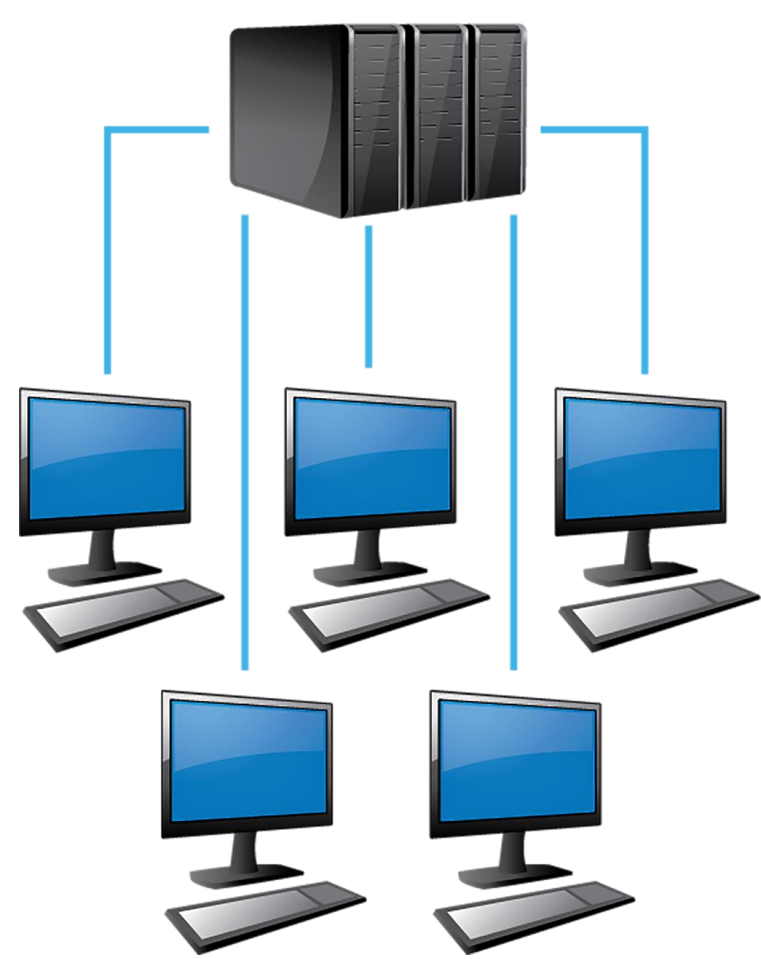

Figura 1. Esquematisação da Estrutura de Rede dos Laboratórios.
- Projeto de reestruturação da capacidade física/elétrica/lógica dos laboratórios Multidisciplinares, Simulação e Mechanical Design Automation (MDA), conforme mostra a figura 1.